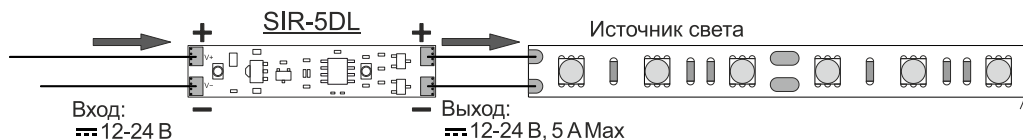

Рис. 2
- Припаяйте соединительные провода питания и светодиодную ленту к выключателю в соответствии со схемой (Рис. 2). **ВНИМАНИЕ!** Не используйте для пайки кислотные флюсы! Это выводит устройство из строя и не является гарантийным случаем!